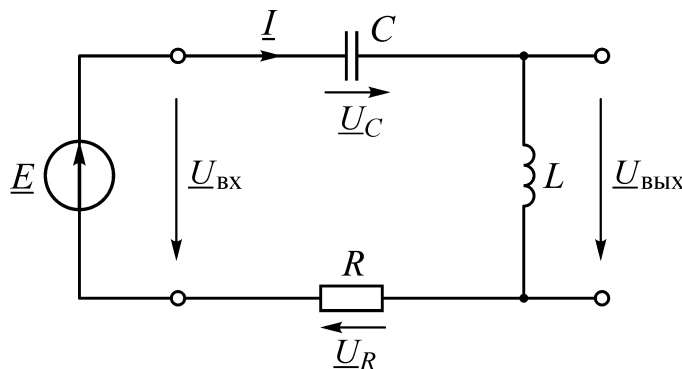

Рис. 9
2.1. Данные элементов схемы (рис. 9):
Для схемы последовательного контура (рис. 9) в соответствии с данными своего варианта определить:
– Собрать схему (рис. 9). Для измерения напряжений  $U_R$ ,  $U_L$ ,  $U_C$  параллельно каждому элементу включить вольтметры (режим работы «АС» – переменный ток, внутреннее сопротивление  $R_V = 100 \text{ МОм}$ ).